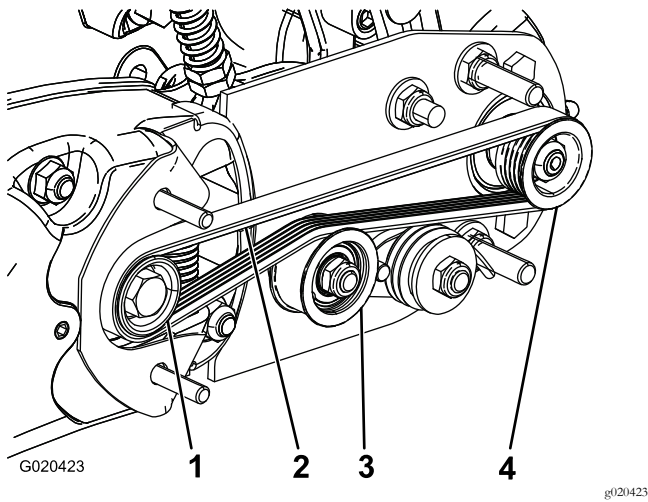

Figure 24
- A. Passez la courroie autour de la poulie d'entraînement puis sur le dessus de la poulie de tension (Figure 24).
- B. Commencez à installer la courroie sur la poulie menée (Figure 24).